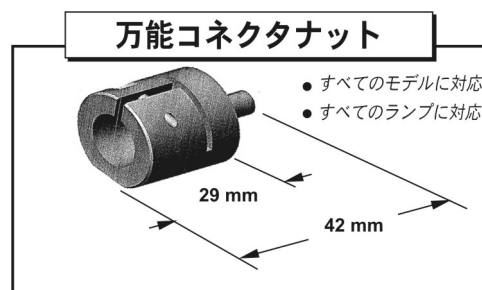

図 2-12 コネクタナット
- ・ 万能コネクタナットは陰極端のランプポストにあらかじめ設置されているはずです。モデルまたはランプサイズに関係なく、このナットの全長は 1.658 インチ（4.21 cm）です（図 2-12）。